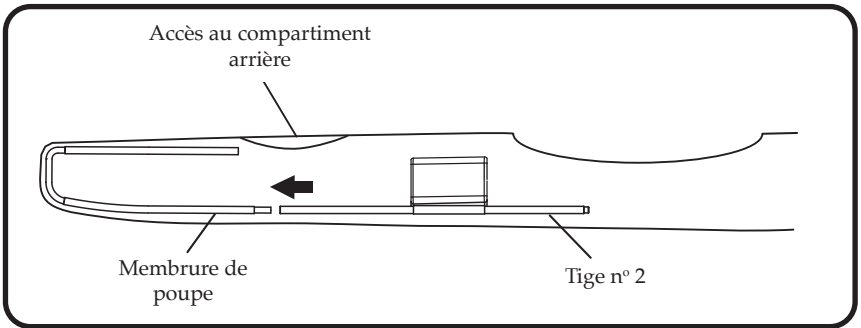

Figure 7
- 7) Installez la tige no 2 à l'arrière du kayak, en la reliant à la partie inférieure de la membrure de poupe. La tige doit être placée sur le plancher en mousse et son extrémité numérotée doit se trouver sous l'hiloire du kayak. **Voit la figure 7.**